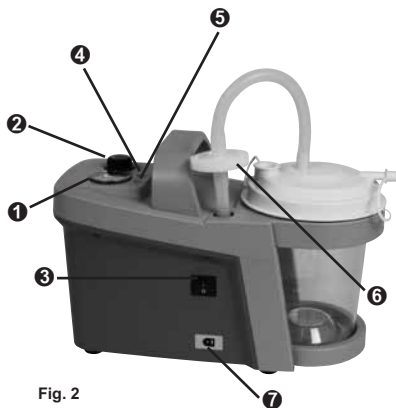
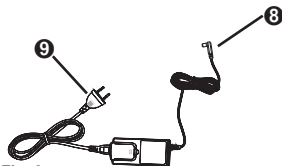
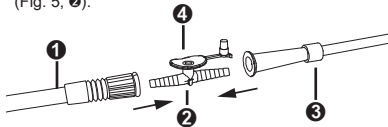

Fig. 2
Fig. 3
Fig. 5
- Accendere l'apparecchio utilizzando il tasto ON/OFF (Fig. 2, ❸). Quando l'indicatore di stato del funzionamento (Fig. 2/4, ❺) è verde, l'apparecchio è pronto per il funzionamento. Quando l'indicatore di stato della capacità della batteria (Fig. 2/4, ❹) è giallo, è necessario ricaricare la batteria. (v. capitolo 3.4).
Per ricaricare la batteria utilizzare la presa di collegamento a bassa tensione dell'apparecchio a 12 V. Durante il processo di ricarica l'indicatore di stato della capacità della batteria (Fig. 2/4, ❹) lampeggia di verde. Quando la batteria è completamente carica, l'indicatore di stato della capacità della batteria (Fig. 2/4, ❹) diventa verde. L'apparecchio può essere ricaricato o utilizzato con l'alimentatore (Fig. 3) oppure con il cavo di collegamento per veicolo (Fig. 3a).
Collegare il cavo a bassa tensione dell'alimentatore (Fig. 3, ❹) alla presa di collegamento a bassa tensione dell'apparecchio (Fig. 2, ❷). Inserire il connettore di rete dell'alimentatore (Fig. 3, ❹) nella presa a parete.
Collegare la presa di collegamento a bassa tensione dell'apparecchio (Fig. 2, ❷) alla presa accendisigari del veicolo. A tale scopo utilizzare lo speciale cavo di collegamento per veicolo (Fig. 3a).
- Selezionare un catetere di aspirazione (Fig. 5, **①**) della misura corretta oppure un set di aspirazione acquistabile da rivenditori specializzati.
- Controllare il processo di aspirazione con l'apertura dell'aria ausiliaria (Fig. 5, **④**) in corrispondenza dell'attacco fingertip.
- Collegare il tubo di aspirazione (Fig. 5, **①**) e il catetere di aspirazione (Fig. 5, **②**) con l'ausilio dell'attacco fingertip (Fig. 5, **③**).
- ①** Tubo di aspirazione
- ②** Attacco fingertip
- ③** Catetere di aspirazione
- ④** Apertura dell'aria ausiliaria
- Regolare il valore del vuoto desiderato tenendo chiusa l'apertura dell'aria ausiliaria dell'attacco fingertip (Fig. 5, **④**) in modo da creare il vuoto. Ruotare quindi il regolatore del vuoto (Fig. 2, **②**) finché il vacuometro non indica il valore del vuoto desiderato.